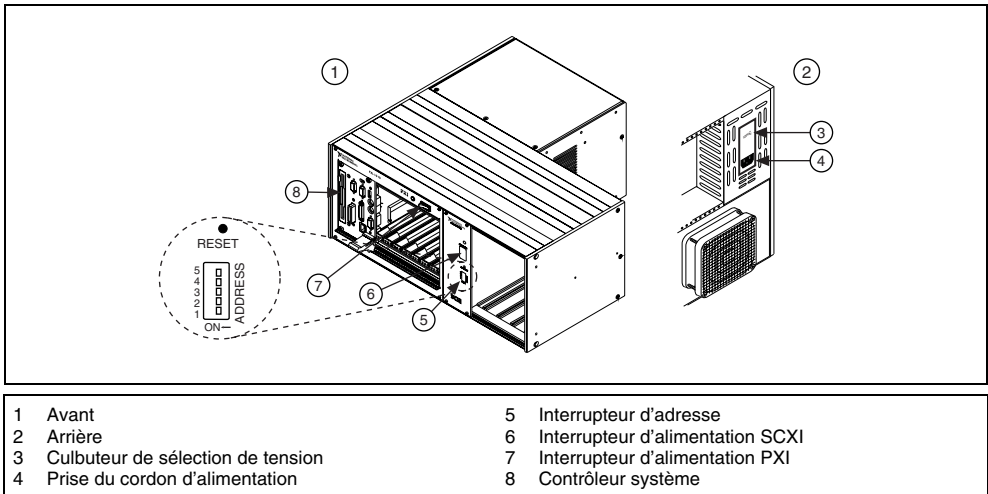

Figure 3. Configuration du châssis combiné PXI/SCXI
2. Configurez les interrupteurs d'adresse du châssis sur la position Off. Sur la figure 3, tous les interrupteurs sont sur la position Off.